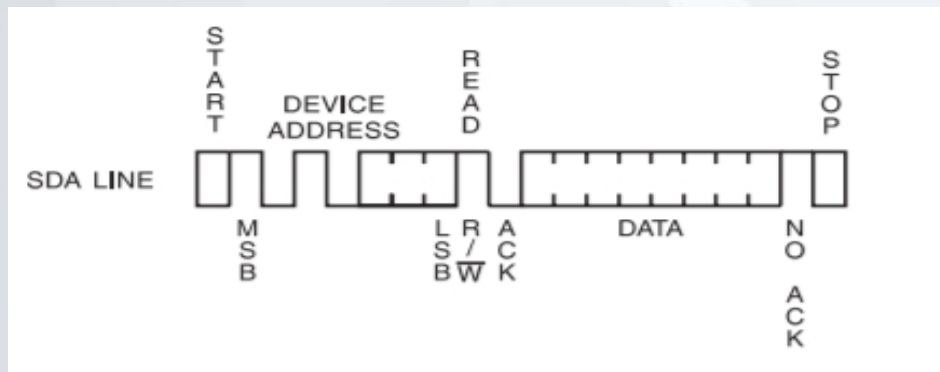

图3-14 I2C 串行EEPROM当前地址读
1) 当前地址读: 对当前地址进行操作不需要有写地址的操作, 给出读命令, 后紧跟就是当前地址对应的数据输出。如图: 3-14